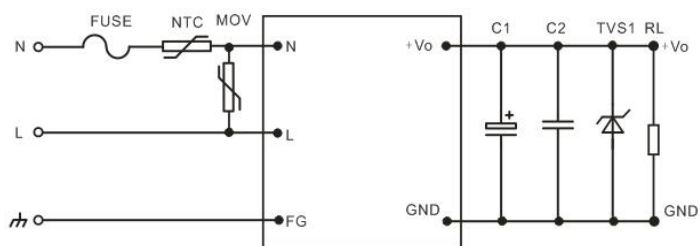
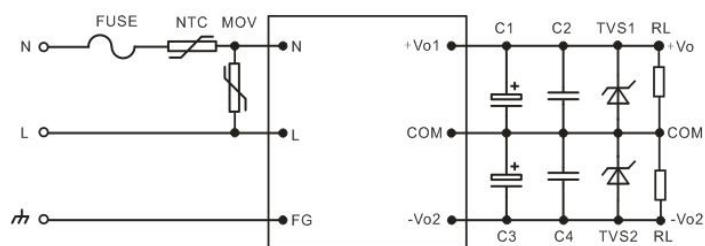
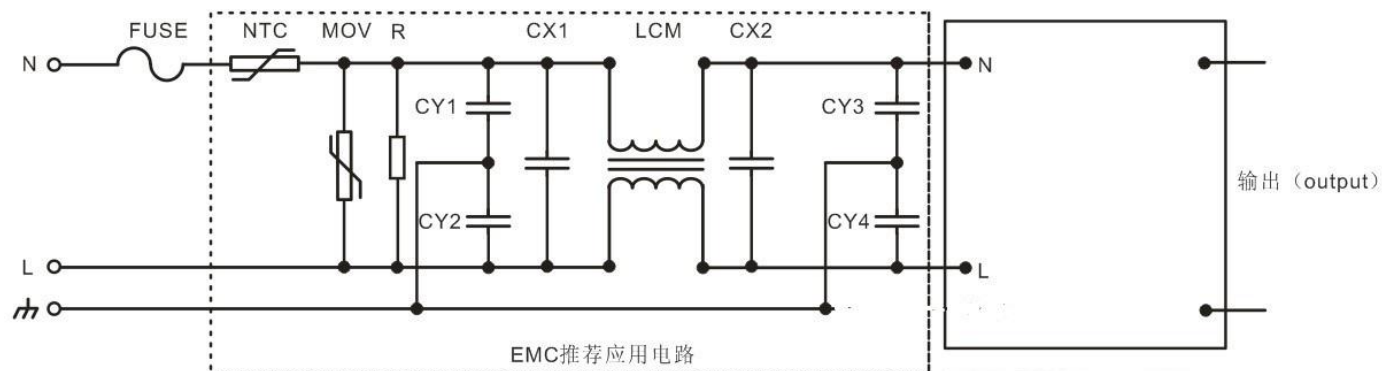

图 1
图 2
图 3
- 6、客户的一般要求用图1、图2推荐电路，如果有EMC需求，推荐客户用图3电路。图3具体推荐值如下：